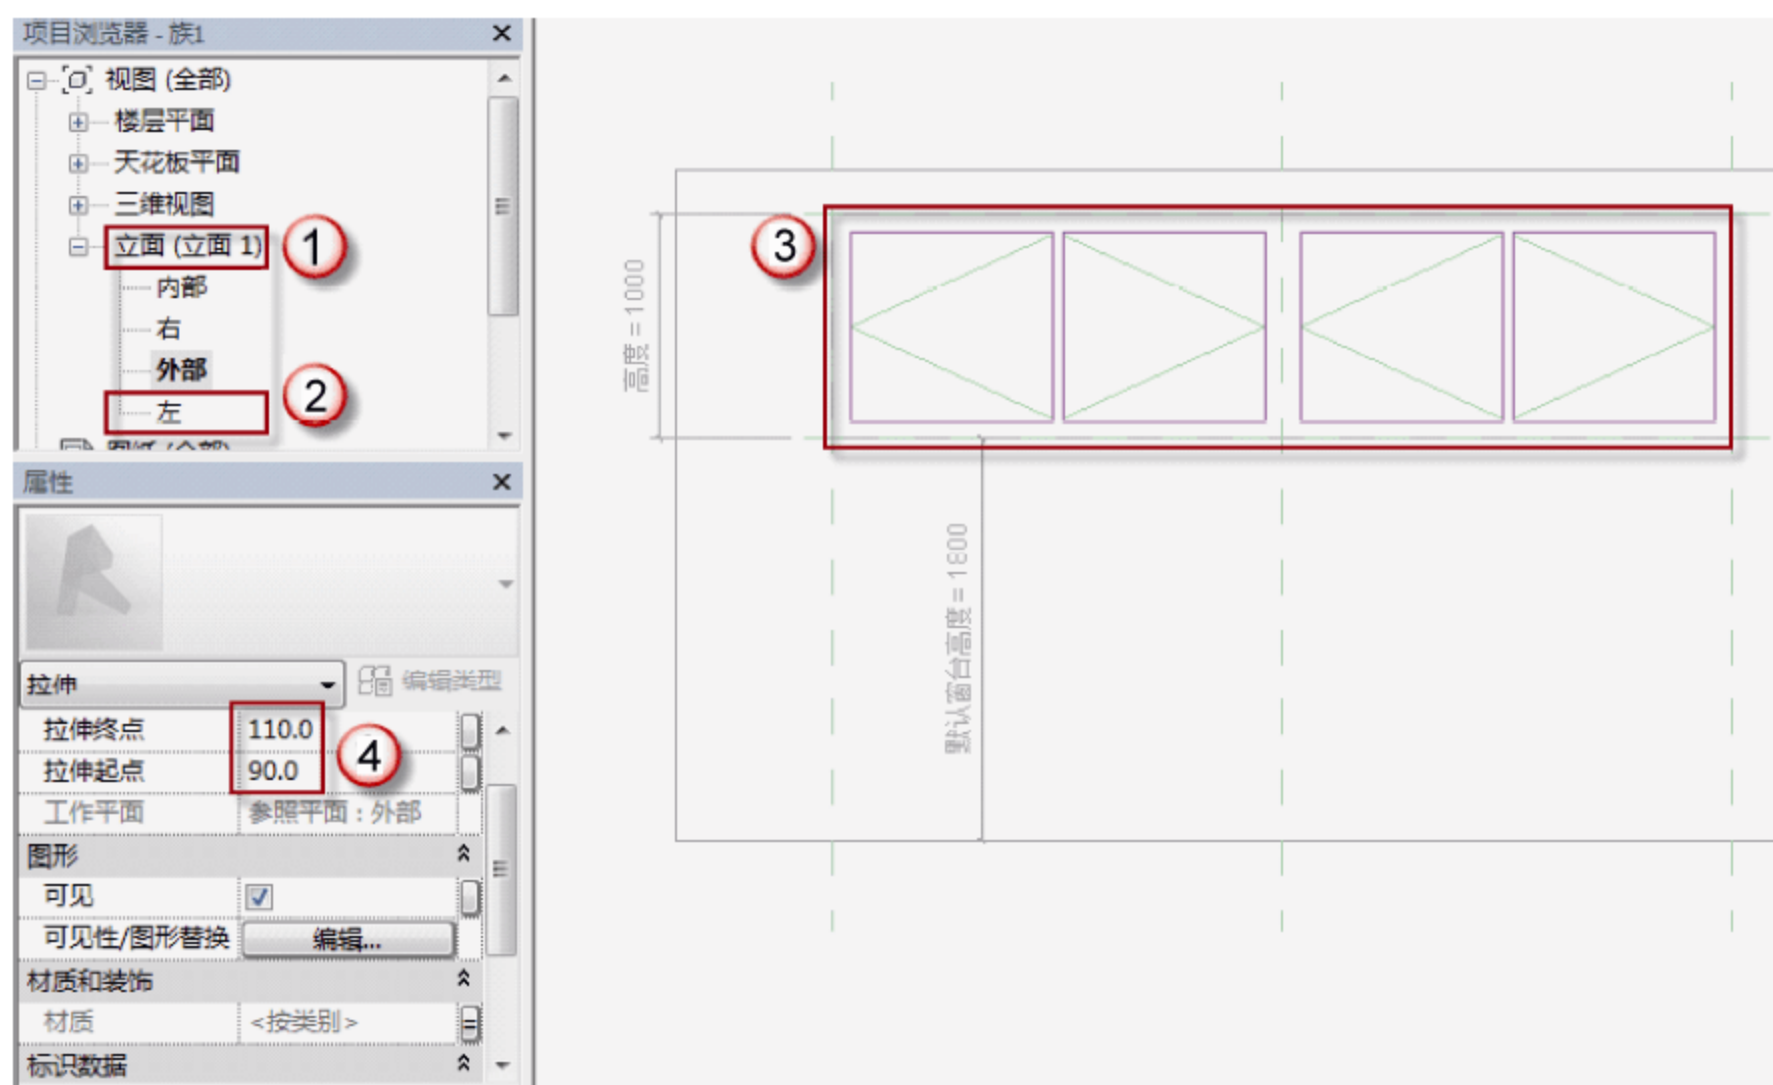

图 7.1.40 绘制 GC4010 窗户玻璃的位置及厚度
(8) 绘制 GC4010 窗户玻璃。选择“项目浏览器”中的“立面 (立面 1)”→“左”选项，可以进入 GC4010 的左立面视图，选择“创建”→“拉伸”命令，进入“修改 | 编辑拉伸”界面，用菜单中的绘制工具绘制 GC4010 窗户玻璃，如图 7.1.40 所示。在“属性”面板中，在“拉伸终点”中输入“110”字样，在“拉伸起点”中输入“90”字样。绘制完成后，单击√按钮完成绘制。